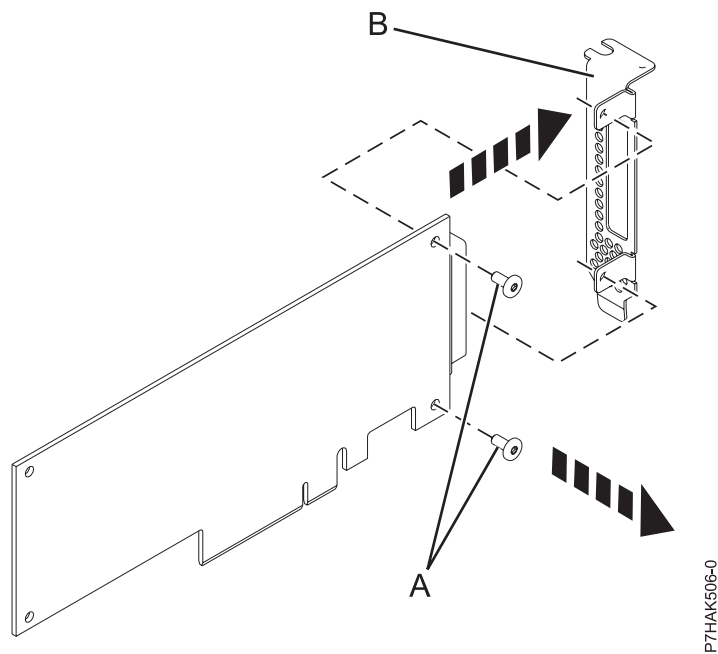

Figure 10. Retrait de la contre-poupée extra-plate d'une carte PCI défectueuse
4. A l'aide d'un tournevis cruciforme, dévissez les deux vis **(A)** qui maintiennent la contre-poupée **(B)** sur la carte PCI défectueuse, comme illustré à la figure 10, à la page 24).